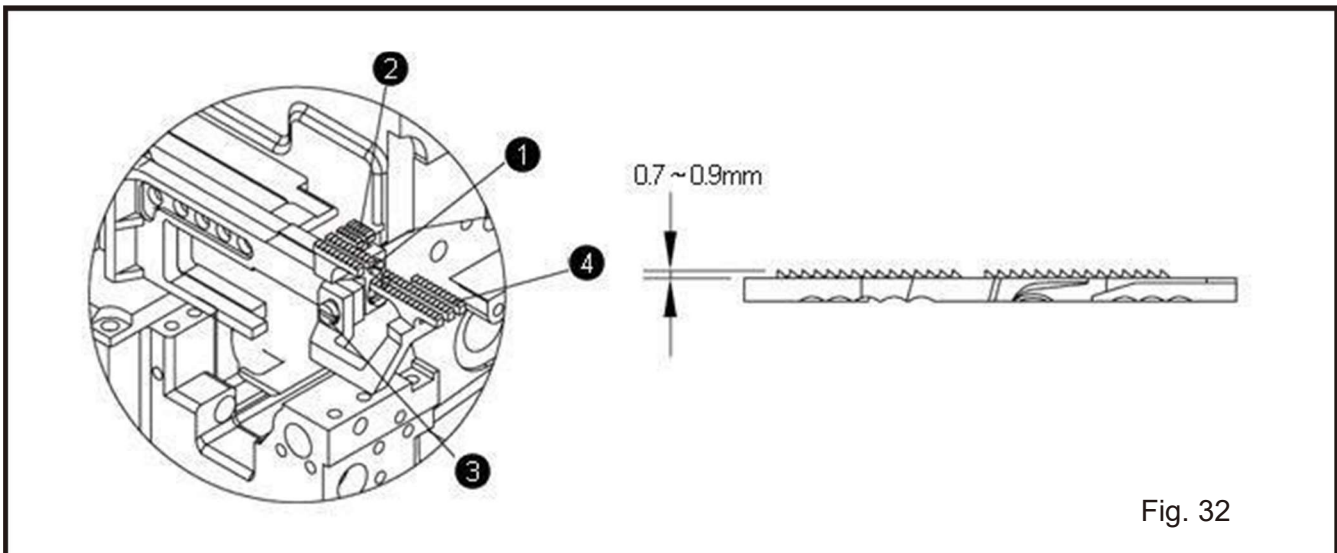

Fig. 32
1. Regule a altura do arrastador (Fig. 32)